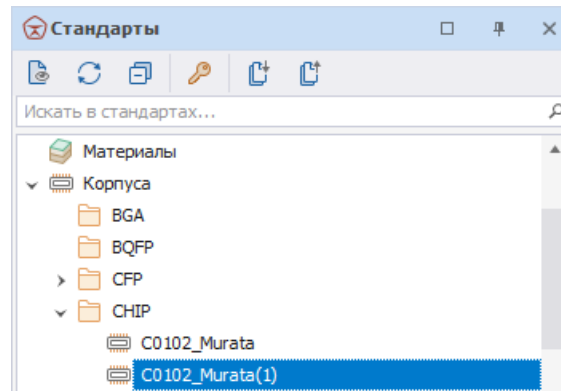

Рис. 90 Отображение созданной копии корпуса
3. В дереве корпусов рядом с выбранным корпусом будет создана его копия, Рис. 90.